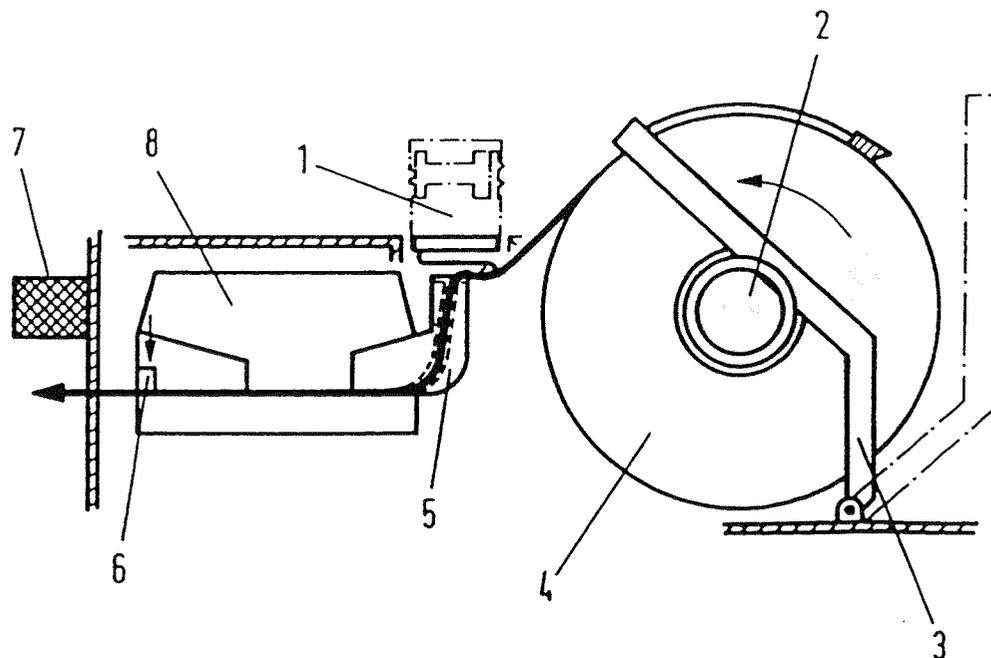

Bild 9 Einlegen der Lochstreifenrolle
- Lochstreifenbügel (Bild 9) zurückklappen und Lochstreifenrolle auf Lager schieben,